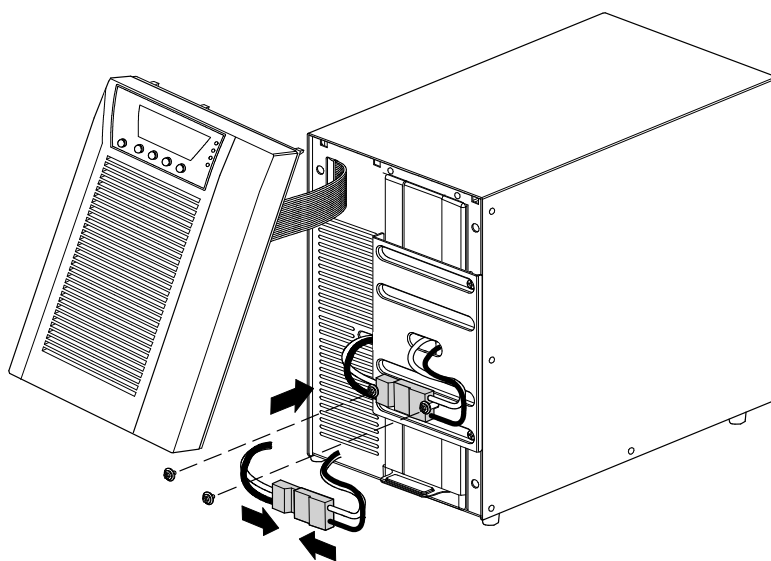

Abbildung 15. Anschließen der internen Batterien der USV
2. Verbindung der internen Batterie (siehe Abbildung 15).
3. Entfernen Sie die beiden Schrauben von der Halterung der Steckverbindung (siehe Abbildung 15).